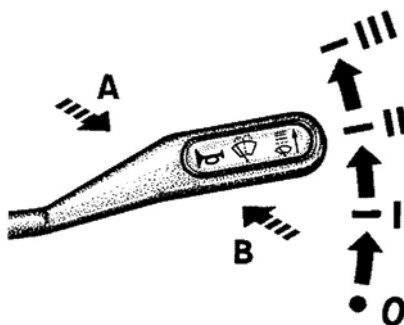

Рис. 2.7. Положения рычага переключателя стеклоочистителя и стеклоомывателя (со звуковым сигналом)
²⁾ На части автомобилей звуковой сигнал включается переключателем стеклоочистителя и стеклоомывателя (см. рис. 2.7).
¹⁾ На части автомобилей звуковой сигнал включается переключателем стеклоочистителя и стеклоомывателя (см. рис. 2.7).
- При положении рычага (рис. 2.7):
Если в переключателе установлен выключатель звукового сигнала (см. рис. 2.7), то для кратковременного включения омывателя и стеклоочистителя рычаг переключателя необходимо перевести из положения 0 от себя (в направлении стрелки «А»), а для включения звукового сигнала рычаг перевести (из любого положения) на себя (в направлении стрелки «В»).